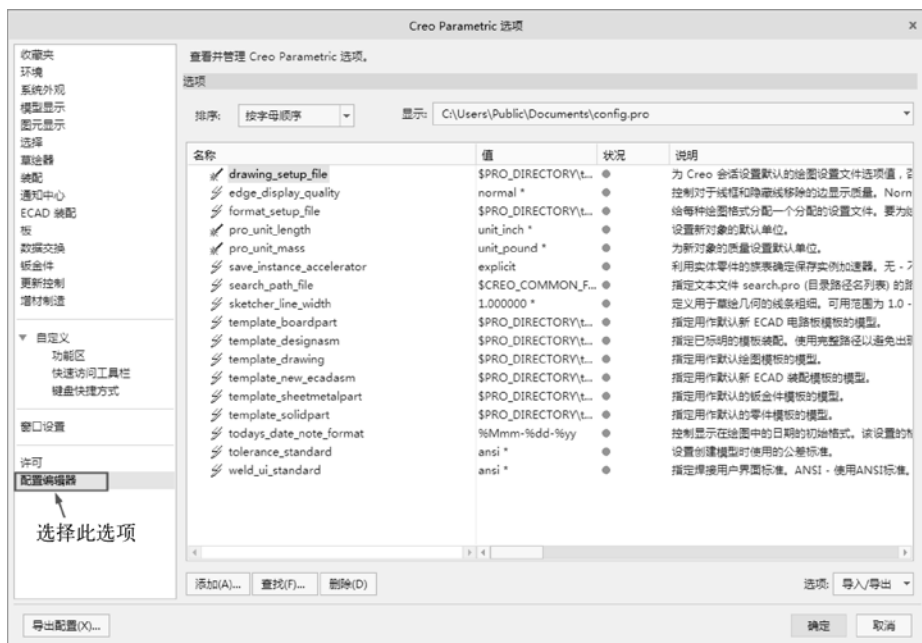

图 2-115 选择“配置编辑器”选项
- 03** 在对话框左侧项目列表中选择“配置编辑器”选项，对话框右边会显示所有配置编辑的选项，如图 2-115 所示。